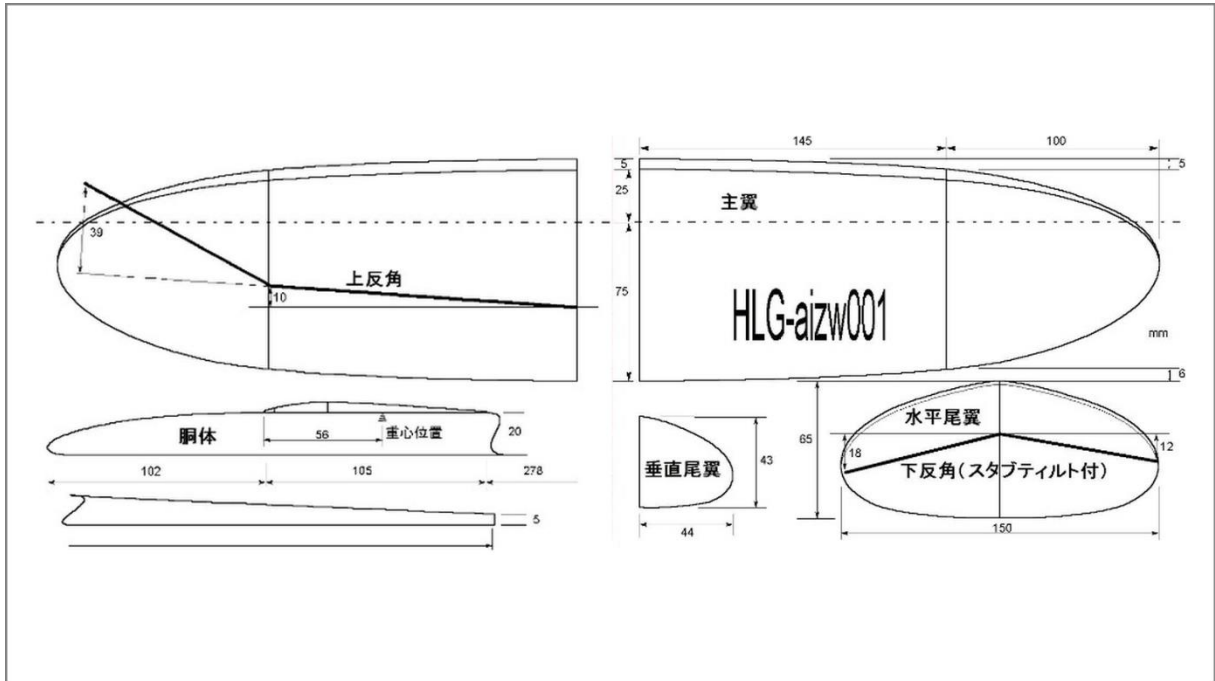

図 2 木製グライダーの図面
- ③ 図面（図 2）をボールペンでバルサ材に写し取り，カッターで切り取った。
- ④ 切り取った物を紙やすりで削り整えた。
- ⑤ 桧棒を主翼と水平尾翼に取り付けるため，テーパ（上側と下側の傾斜）をつけてバルサ材と貼り合わせた。
- ⑥ 揚力を出すために，主翼と水平尾翼に紙やすりで削り，傾斜を付けた。